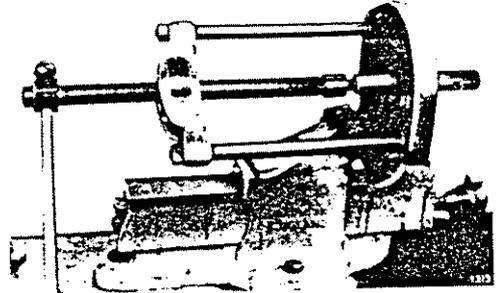
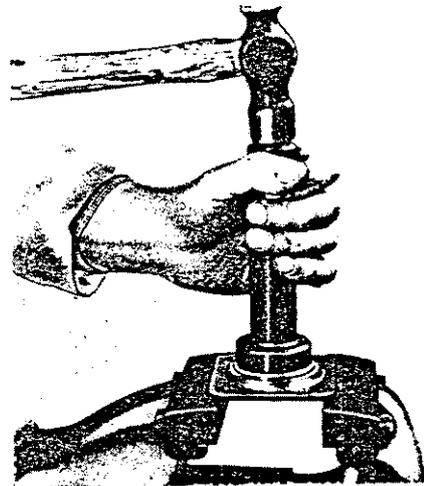

Abb. 59
Abb. 60
Den Keil (33) und Lager-Spannring (26) mit Simmerring (27) entfernen. Das Lager (57), Abb.59 herausziehen. Den Simmerring (27) vom Lager-Spannring, Abb.60 abnehmen.